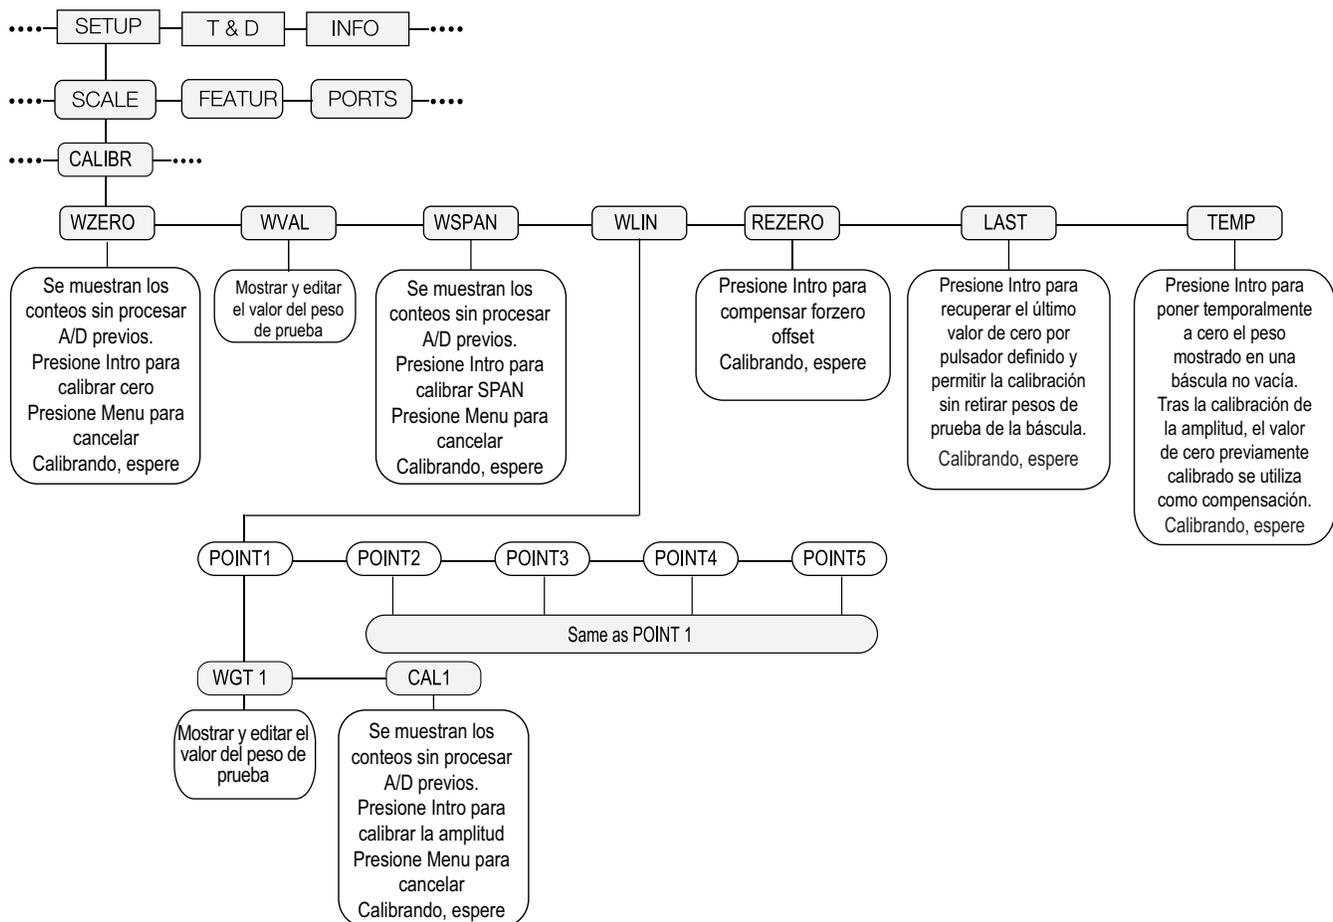

Figura 4-1. Menú de calibración (CALIBR)
1. Ponga el indicador en modo de configuración utilizando el interruptor de configuración en la parte posterior de la unidad. Consulte la Figura 3-1 en la página 45, (o utilice  si se ha habilitado la pista de auditoría), y navegue a CALIBR, consulte la Figura 4-1 en la página 72.